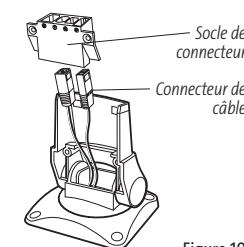

Figure 10
2. Prenez doucement le mou du câble sous la surface de montage afin que le socle de connecteur s'aligne avec les trous de montage à l'avant du support de montage (Figure 10).